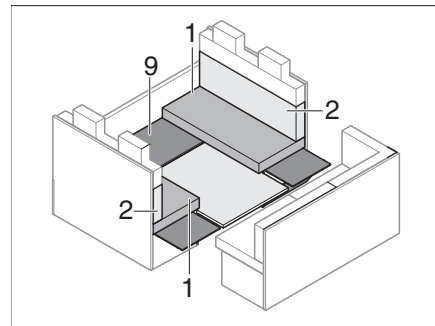

Bild 202 Under ombyggnaden
- Lägg på underlaget (Bild 202,9) igen.